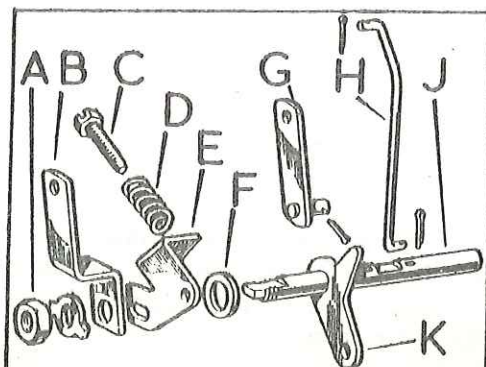

Fig. L2-8 Mandos del acelerador
- Palanca, K (Fig. L2-8) del flotador, arandela plana, F, tope, E, del acelerador, palanca, B, arandela con patillas y tuercas, A, que fija el conjunto.